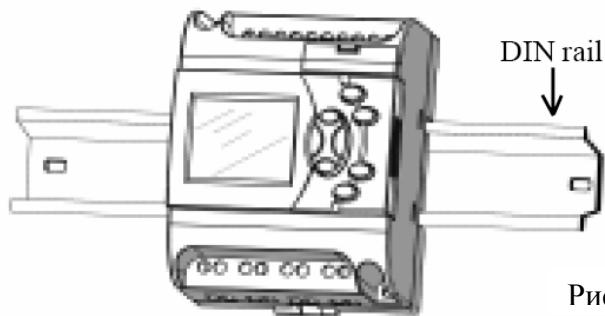

Рис.2.1
1. Используйте стандартную DIN рейку для установки FAB как показано на Рис. 2.1.